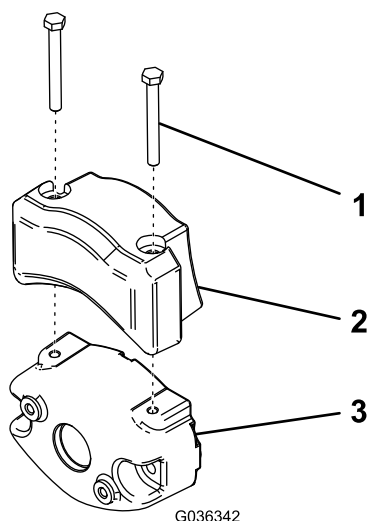

Figura 9
4. Fixați contragreutatea electrică de contragreutatea existentă cu ajutorul a 2 uruburi cu cap, conform indicațiilor din Figura 9.